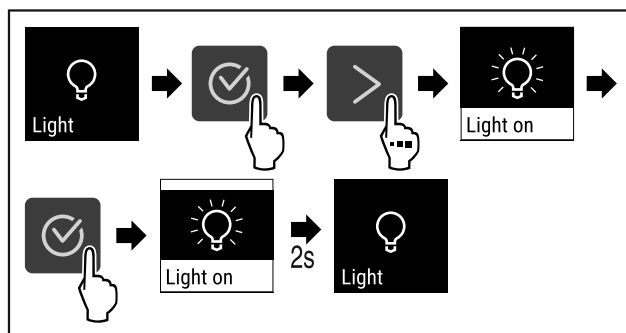

Fig. 86
- Proveďte akční kroky (viz Fig. 86) .